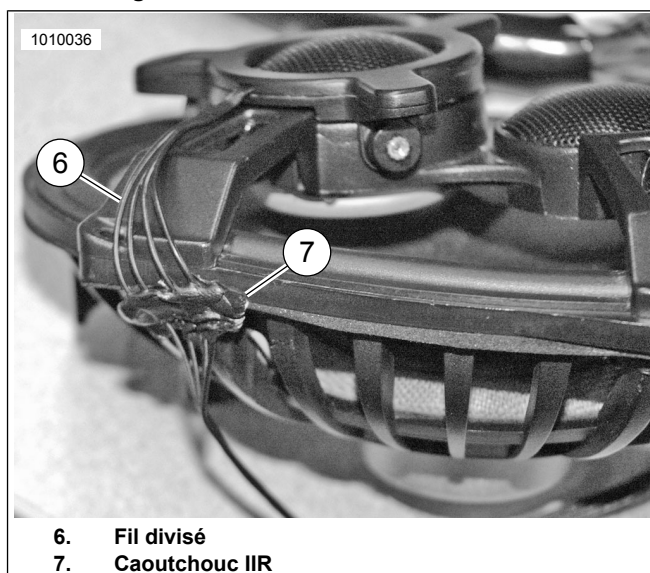
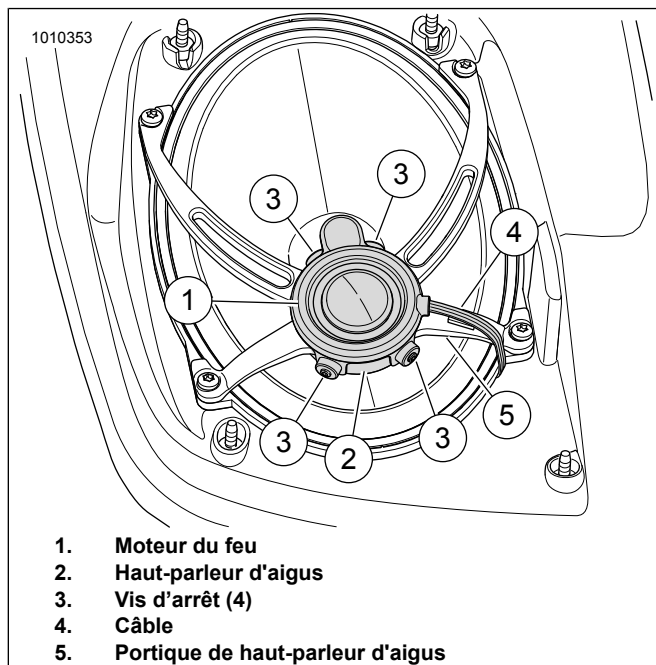
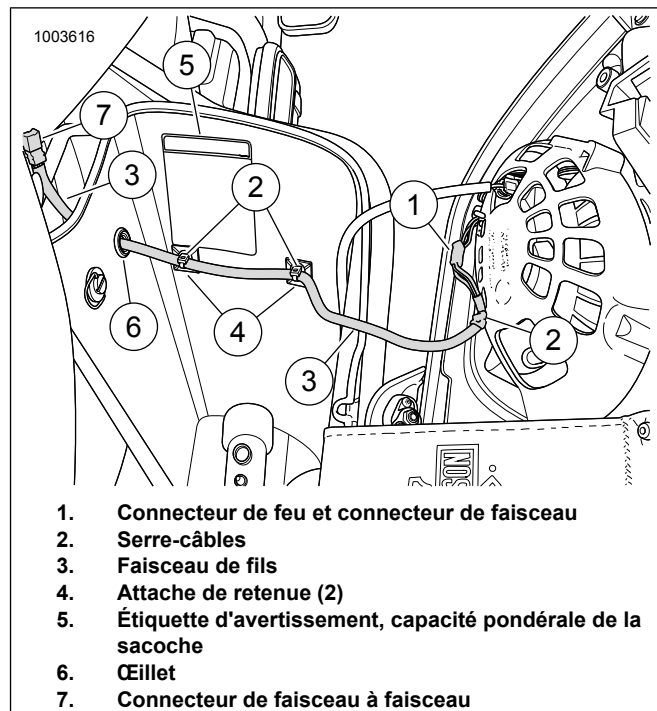

Figure 22. Caoutchouc IIR
Figure 23. Installation des haut-parleurs
Figure 24. Acheminement des fils de la sacoche
14. Faire passer le câble (4) le long du montant du portique de haut-parleur d'aigus (5). À l'aide du ruban fourni dans le kit, couper à la longueur nécessaire et fixer le câble à l'arrière du portique du haut-parleur d'aigus. Localiser la zone à proximité du moteur du feu où les fils sont séparés individuellement. Voir la figure 22. Vérifier que cette zone de fil divisé (6) est située sur le joint du haut-parleur. Placer une petite quantité (de la taille d'un pois) de bande en caoutchouc IIR (7) sur les fils divisés au niveau de la zone de joint. Voir la figure 24. Fixer le câble à l'arrière du haut-parleur avec un serre-câbles (2).
15. Voir la figure 24. Glisser l'œillet (6) d'environ 11 cm (4-1/2 po) depuis l'extrémité du faisceau (3). Ainsi, un tronçon d'environ 11 cm (4-1/2 po) se trouvera à l'extérieur de la sacoche une fois l'œillet installé.
16. Installer le faisceau de fils (3) avec l'œillet (6). Glisser le connecteur du moteur du feu de l'extérieur de la sacoche vers l'intérieur. Le bord biseauté de l'œillet se trouve en face de la sacoche. Insérer l'œillet (6) dans le trou en faisant passer en premier le côté biseauté de l'œillet dans le trou. L'extérieur de l'œillet correctement installé devrait se placer contre l'extérieur de la sacoche. Appuyer autour du périmètre de l'œillet pour le mettre en place.
17. Voir la figure 23. Placer le haut-parleur d'aigus (2) vers l'avant de la sacoche, comme indiqué. Vérifier que le caoutchouc IIR se trouve entre la zone de fil divisé et le boîtier de la sacoche. Il devrait encapsuler les fils et sceller le cône du haut-parleur au boîtier de la sacoche pour éviter l'infiltration d'eau. Connecter le haut-parleur au faisceau et fixer le haut-parleur avec les vis précédemment déposées. Serrer les vis alternativement à un couple de :
18. Voir la figure 24. Joindre les connecteurs (1) du moteur du feu au faisceau. Fixer le faisceau au haut-parleur à proximité de la connexion à l'aide d'un serre-câbles (2)